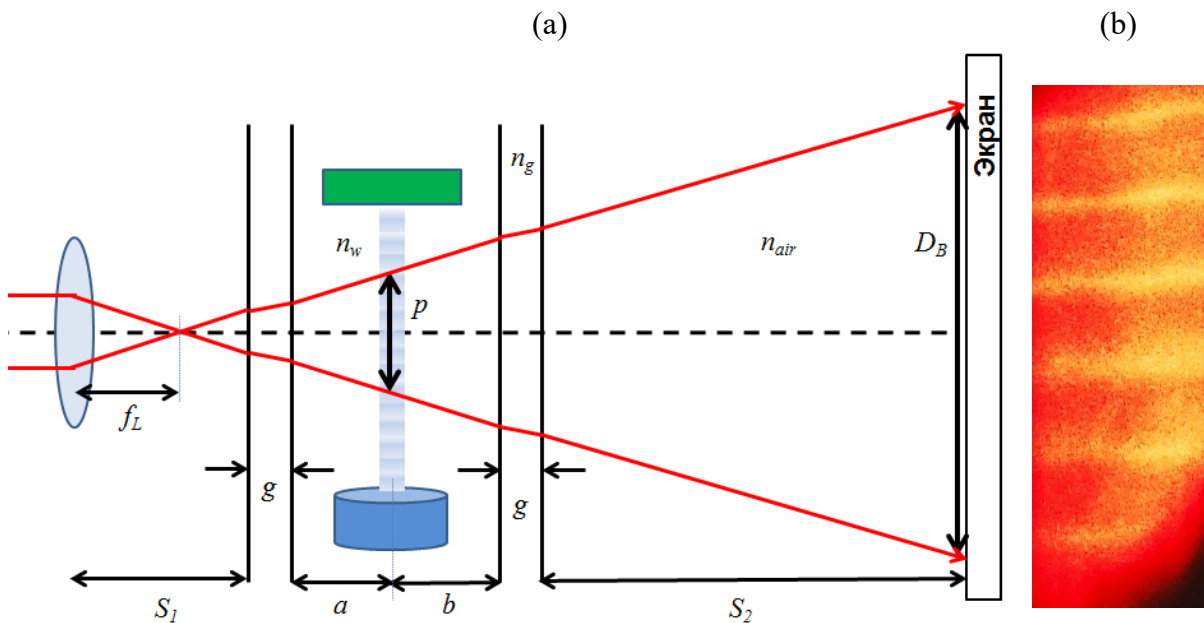

Рис. 6: (a) Схематичное изображение метода проекций, с обозначением всех параметров. (b) Пример изображения структуры стоячей волны, спроецированной на экран.
проекции», позволяющий производить измерения прямым путем, с помощью визуальных наблюдений. Для этого при помощи регулируемой пластины (D2), в минеральной воде формируется стоячая волна (пластина (D2) выступает в роли отражателя ультразвуковых волн). Суперпозиция бегущих волн от пьезоэлектрического источника и регулируемой отражательной пластины, движущихся в противоположных направлениях, создает стоячие волны. На рис. 6, схематично показана установка, используемая в методе проекций. Как показано на этом рисунке, линза (I) расположена между лазером (E) и стенкой стеклянного сосуда (A). Структура стоячей волны в стеклянном сосуде проецируется на экран с увеличением $M = D_B/p$.
Коэффициент увеличения M , области p на экране (F), выраженный через параметры, приведенные на рис. 6, задан уравнением (3):
Теперь соберите установку, используя диаграмму (рис. 6). В этой части задания необходимо прикрепить лист ответов В2 к экрану (F) и зарисовать наблюдаемую структуру стоячей волны.
- Тщательно отрегулируйте положение крепежных винтов для получения стабильного, хорошо просматриваемого изображения, схожего с изображением рис. 6 (b).